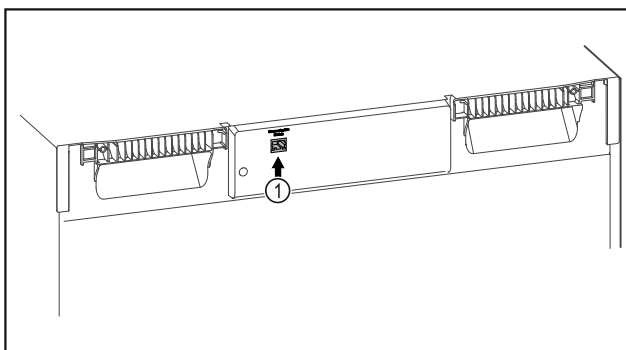

Fig. 114
- SmartModule Fig. 114 (1) är insatt.